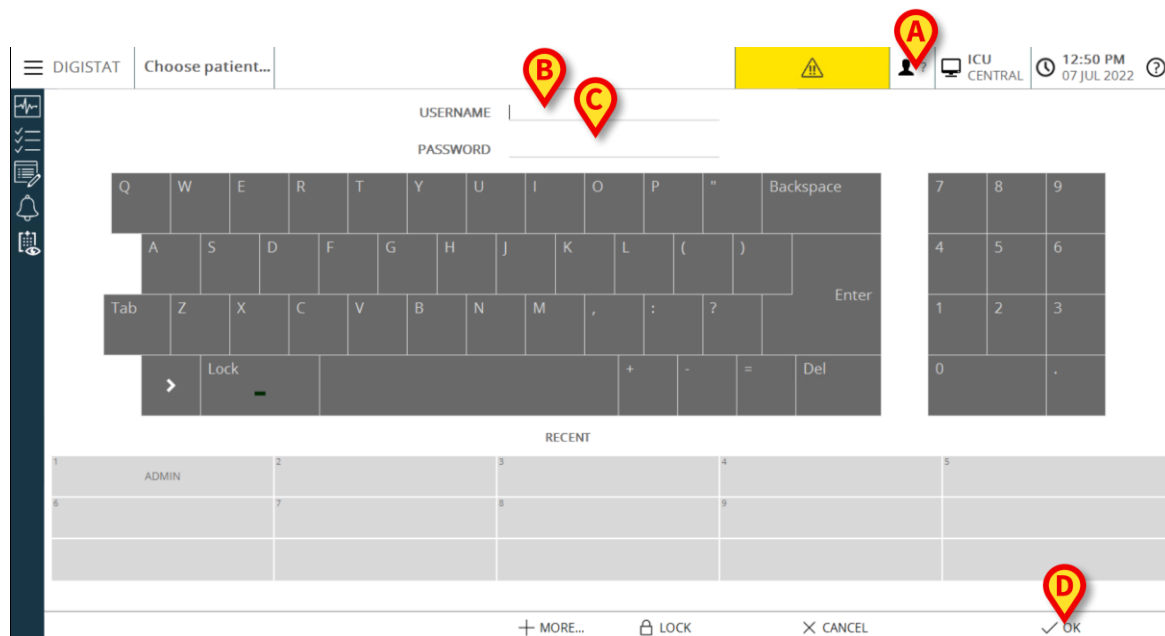

Fig. 2
- er det nødvendigt at klikke på **Bruger** knappen, der er vist i Fig. 2 **A**. Følgende skærbillede vises.
- Indtast dit brugernavn i “Brugernavn” feltet (Fig. 2 **B**).
- Indtast dit password i “Password” feltet (Fig. 2 **C**).
- Klik på **Ok** knappen (Fig. 2 **D**).
For at bruge denne funktion, når systemet viser log på-skærbilledet (Fig. 2),
- Klik på **Bruger** knappen på styrebjelken (Fig. 6 og Fig. 2 **A**).